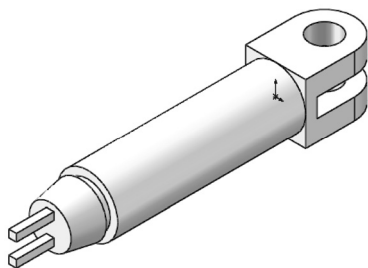

图 5-79 小臂
本例绘制的小臂，如图 5-79 所示。
13) 拉伸实体。选择菜单栏中的“插入”→“凸台/基体”→“拉伸”命令, 或者单击“特征”面板中的 (拉伸凸台/基体) 按钮, 系统弹出图 5-97 所示的“凸台-拉伸”属性管理器。设置拉伸终止条件为“给定深度”, 输入拉伸距离为“10 mm”, 然后单击 (确定) 按钮, 结果如图 5-79 所示。